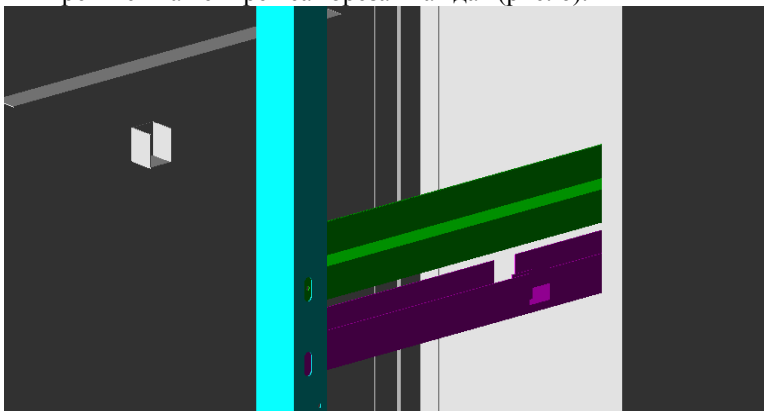

Рис. 6
7. Между передней и задней стойкой вставляются перекладины и крепятся на четырех саморезах каждая (рис. 6).